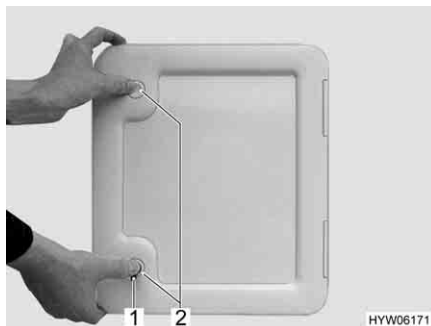

Fig. 186 Sportello per il serbatoio fecale
- Aprire lo sportello per il serbatoio fecale all'esterno del veicolo. Inserire la chiave nel cilindro della serratura a pressione (Fig. 186,1) e ruotare in senso orario di un quarto di giro.
- Premere contemporaneamente con i pollici entrambe le serrature a pressione (Fig. 186,2) e aprire lo sportello per il serbatoio fecale.